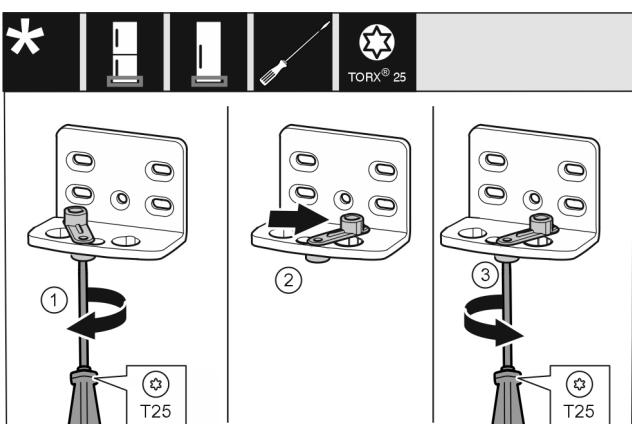

Fig. 14
- ▶ Afloje el tornillo *Fig. 14 (1)* con el destornillador.
- ▶ Levante el dispositivo de cierre de la puerta *Fig. 14 (2)* y gírelo 90° a la derecha hacia el orificio.
- ▶ Apriete el tornillo *Fig. 14 (3)* con el destornillador.